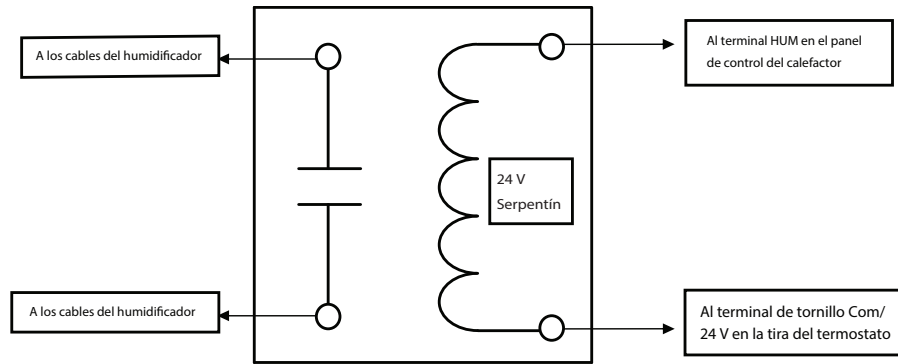

Fig. 40 – Relé de aislamiento, no incluido, para humidificadores con suministro eléctrico interno
- Consulte Fig. 40, para la conexión de los cables de alimentación y neutro a los cables de alimentación del calefactor.